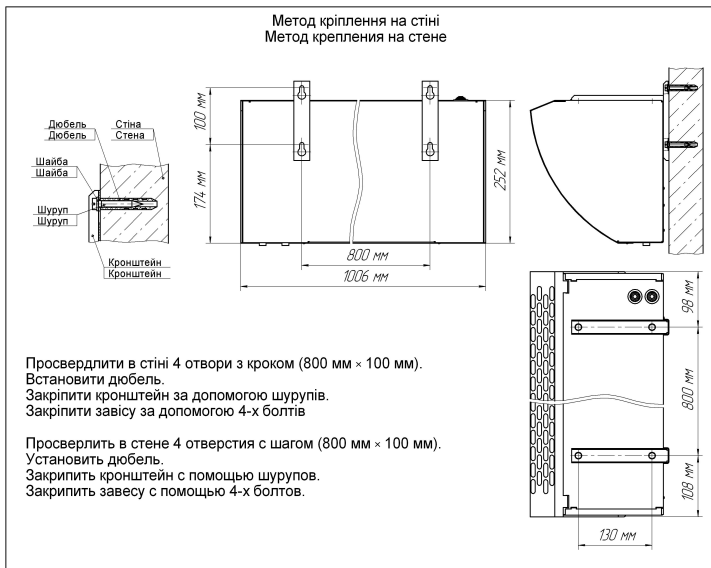
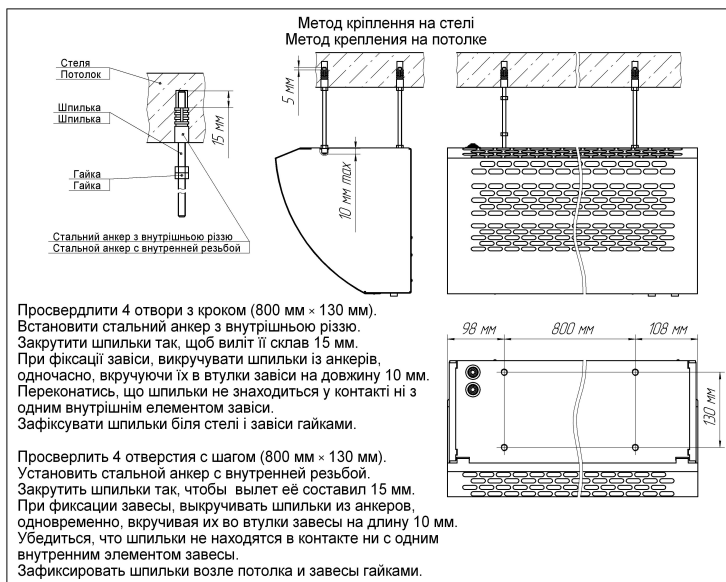

Рисунок 2 Приклад установки на стіні
Рисунок 3 Приклад установки на стелі
- Рекомендации по установке агрегата приведены на рисунках 2, 3 настоящего руководства: на бетонную или кирпичную стену - Рисунок 2, на потолке - Рисунок 3 Приложения 1.